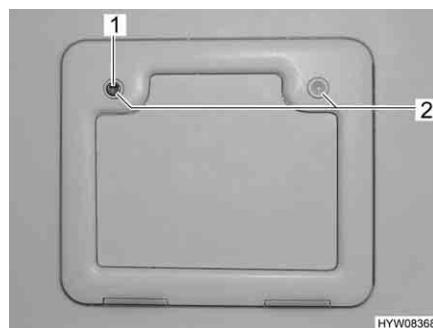

Bild 9 Außenklappe Thetford-Kassette
- Schlüssel in Schließzylinder des Druckschlusses (Bild 9,1) stecken und eine viertel Umdrehung drehen.
- Beide Druckschlösser (Bild 9,2) gleichzeitig mit dem Daumen drücken und Außenklappe öffnen.
- Schlüssel in Schließzylinder (Bild 9,1) stecken und eine viertel Umdrehung drehen.